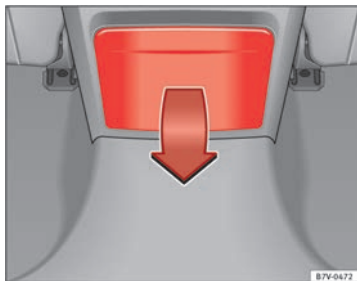

Fig. 118 Parte posteriore della console centrale: aprire i portabevande.
- Per *aprirlo*, piegare verso il basso i portabevande nel senso indicato dalla freccia ⇒ fig. 118.